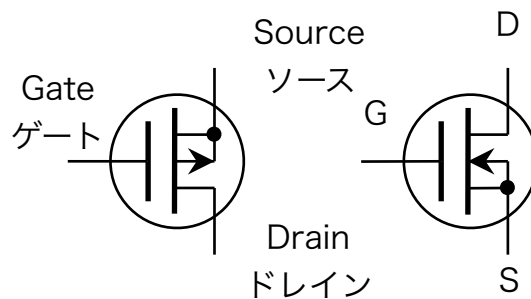

図 1.2 MOS-FET の回路記号。P-channel MOS-FET = PMOS（左）と
1.1 中で  と  の記号は MOS-FET（モスフェット）（金属酸化物半導体電界効果型トランジスタ metal-oxide semiconductor field-effect transistor）を表しています（図 1.2）。